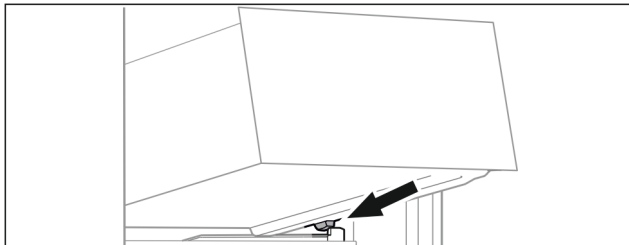

Fig. 98
- ▶ Coloque el cajón inclinado detrás de los topes sobre la nervadura para recipientes. (consulte Fig. 98)